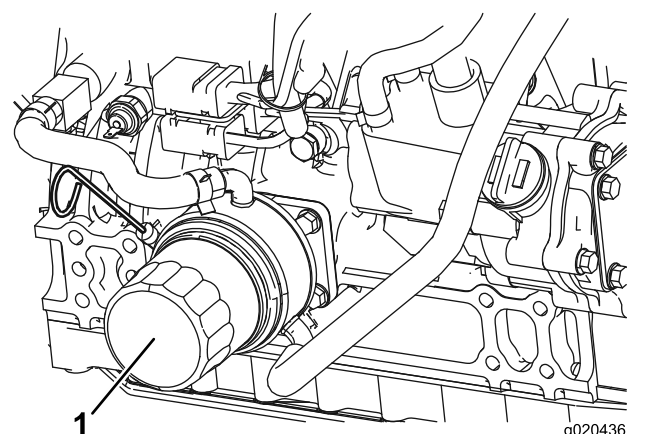

Figura 55
2. Togliete il filtro dell'olio (Figura 55).